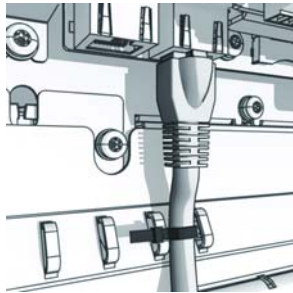

Abbildung 2.22 Befestigung der Kabel mit Kabelbindern
5. Die Kabel mit Kabelbindern befestigen, um einen dauerhaft sicheren Anschluss zu erreichen. Siehe *Abbildung 2.22*.